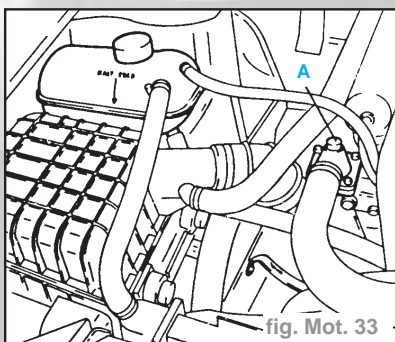

fig. Mot. 33
- Dévisser la vis de purge (A) du couvercle et du boîtier de thermostat si existante (fig. Mot. 33).